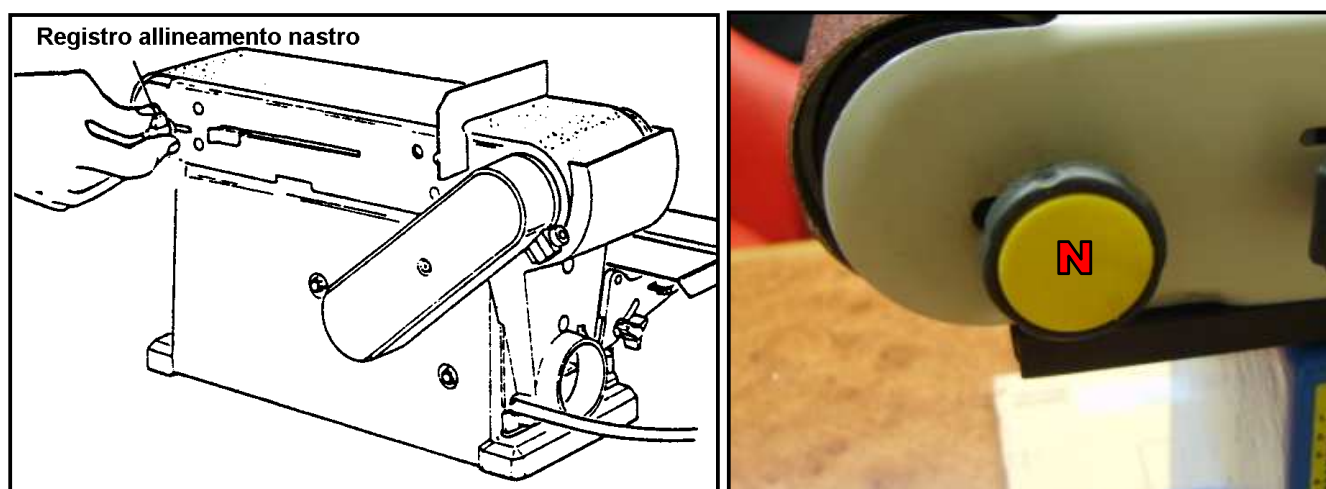

Figura 21 – Allineamento del nastro abrasivo Art. 0505.
3. Spostate la leva (M) a sinistra (dalla parte del motore elettrico) per mettere in tensione il nastro abrasivo.
5. Se il nastro tende a sfilarsi, movendosi verso il disco abrasivo, ruotate la manopola di allineamento (N) in senso orario per $\frac{1}{4}$ di giro (figura 21), quindi riavviate la macchina per qualche secondo e controllate se il nastro tende ancora a muoversi.
6. Viceversa, se il nastro si muove in direzione opposta al disco abrasivo, ruotate la manopola di allineamento (N) in senso antiorario per $\frac{1}{4}$ di giro (figura 21), quindi riavviate la macchina per qualche secondo e controllate se il nastro tende ancora a muoversi.